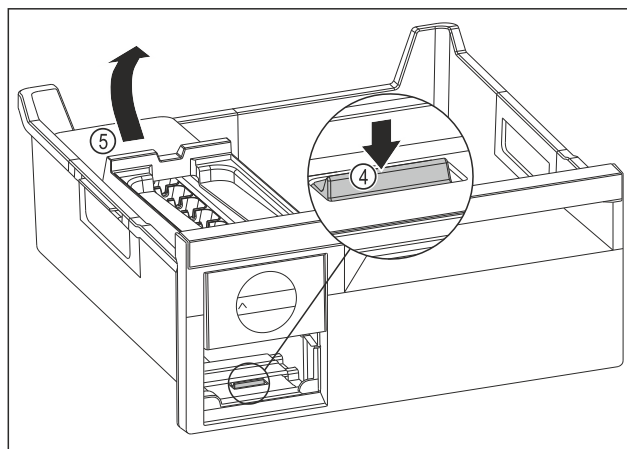

Fig. 60
- EasyTwist-Ice-Korpus entnehmen: Lasche Fig. 60 (4) mit Finger nach unten drücken und gleichzeitig mit der anderen Hand den EasyTwist-Ice-Korpus Fig. 60 (5) von hinten anheben.